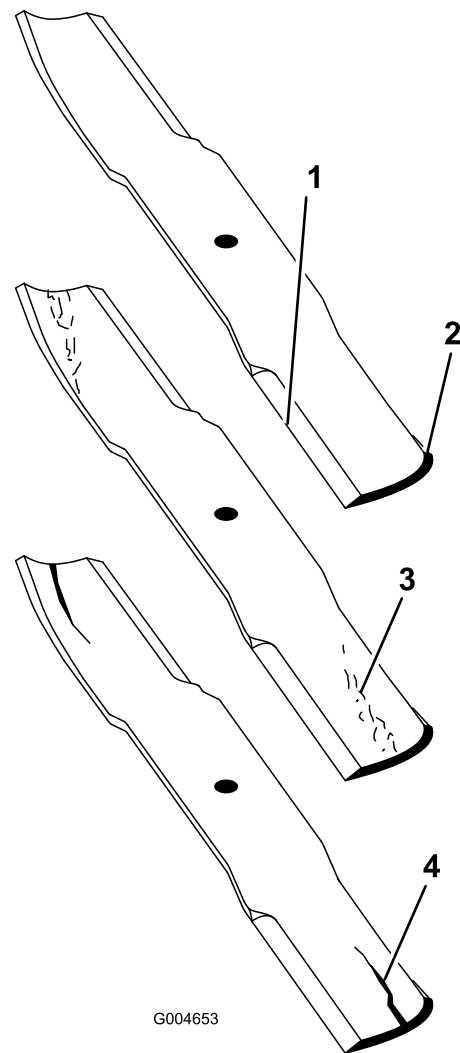

Bild 98
2. Prüfen Sie die Schnittkanten des Messers sorgfältig, insbesondere dort, wo die geraden Flächen die gebogenen berühren (Bild 98).
Hinweis: Da Sand und anderes reibendes Material das Metall abschleifen kann, das die flachen mit den gebogenen Teilen verbindet, müssen Sie das Messer vor jedem Einsatz des Rasenmähers prüfen. Wenn Sie Abnutzungen (Bild 98) feststellen, sollten Sie das Messer auswechseln.